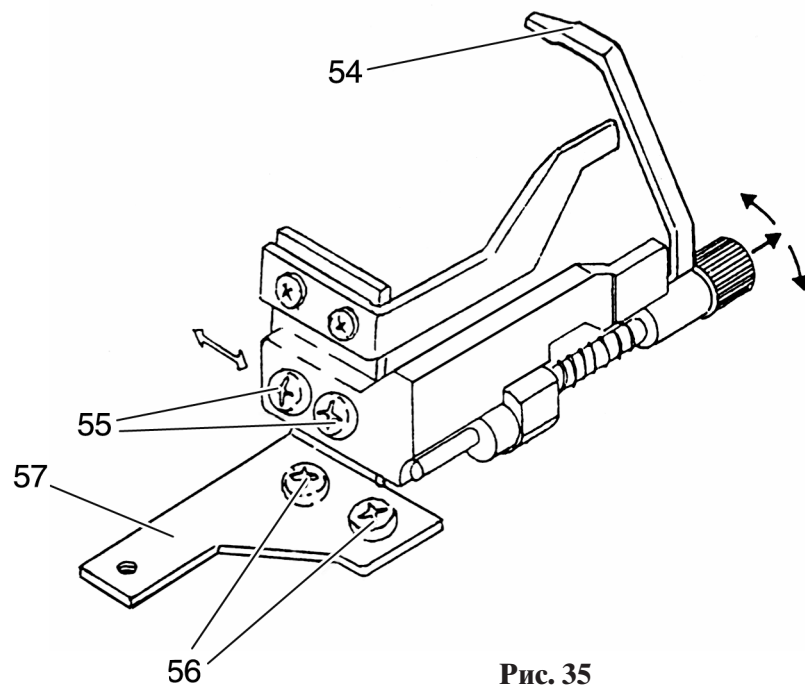

Рис. 35
- Слегка ослабьте крепежные винты 55 (рис.35).
- Затяните крепежные винты 55 (рис. 35).